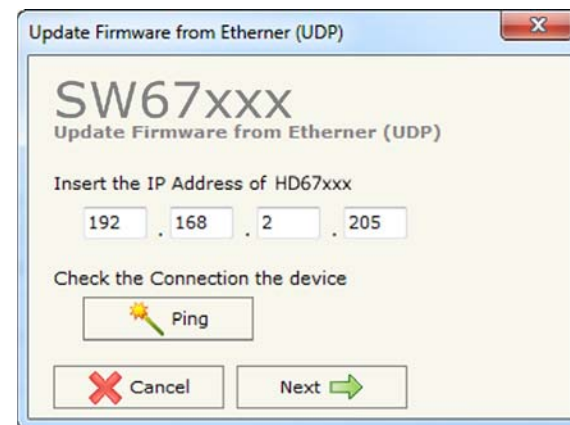

Abb. 13: Geräteupdate HD67044-B2
- ➔ Wählen Sie aus, welche Operationen Sie durchführen wollen. (Abb. 13)